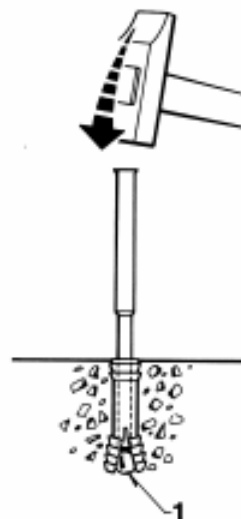

Fig. 10 Espansione tasselli
- provocare l'espansione dei tasselli nel pavimento, spingendo l'apposita biglia (1) (fig. 10) con martello e punteruolo di diametro adeguato.
- make the Rawl plugs expand in the floor by pushing the special marble (1) (fig. 10) with a hammer and punch of suitable diameter.